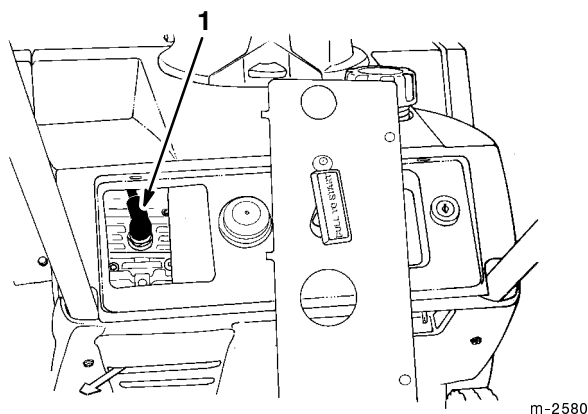

Figure 15
- Débrancher la bougie et la déposer (Fig. 15).